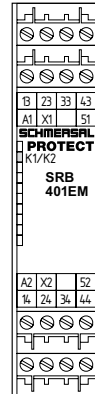

図1
5.2 端子部の説明 (図1参照)
基本リレーユニットの安全出力による拡張リレーユニットSRB401EMの端子A1での1チャンネル構成 (図1参照)